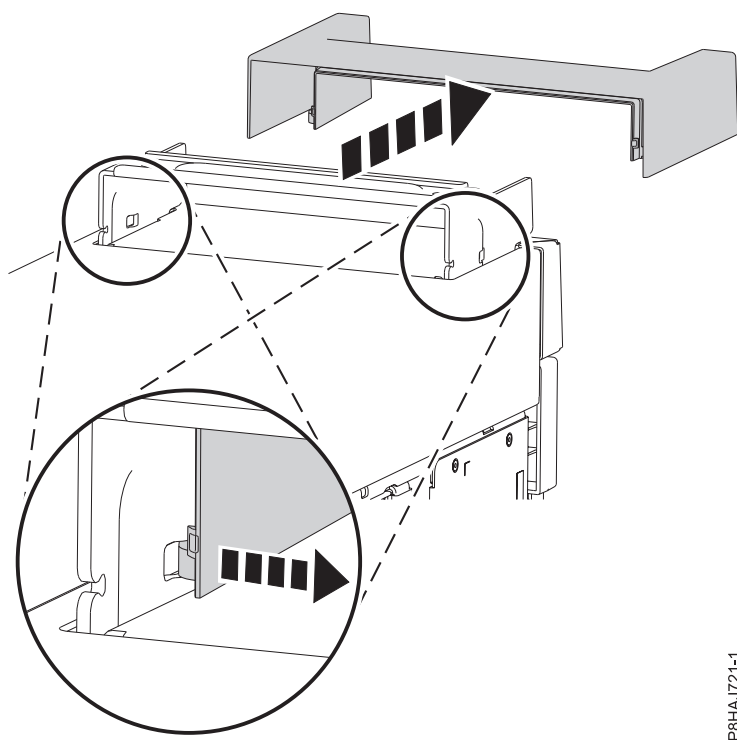

図 27. 8286-41A スタンドアロン・システムからのハンドル・カバーの取り外し
3. ハンドル・カバーをシステムの方へスライドさせてから、上方に持ち上げて取り外します。50 ページの図 27 を参照してください。